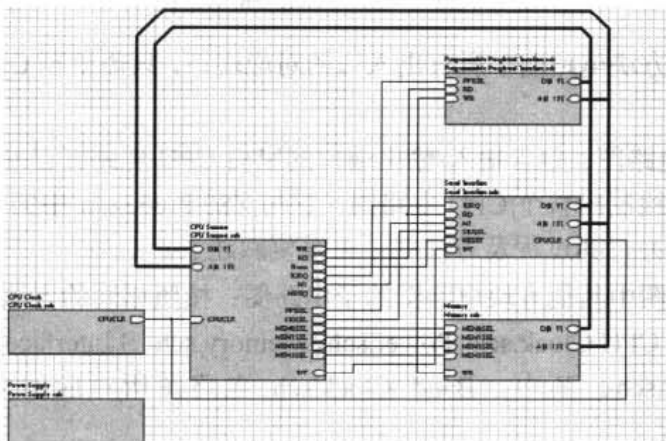

图 6-18 Z80 Processor.Prj 主电路图
- (13) 绘制主电路图其他部分如导线、总线等：按照电路模块的划分方法，需要连接的出入口用导线或总线连接起来，具体绘制方法前面已经讲述了，就不再重复了。其结果如图 6-18 所示。